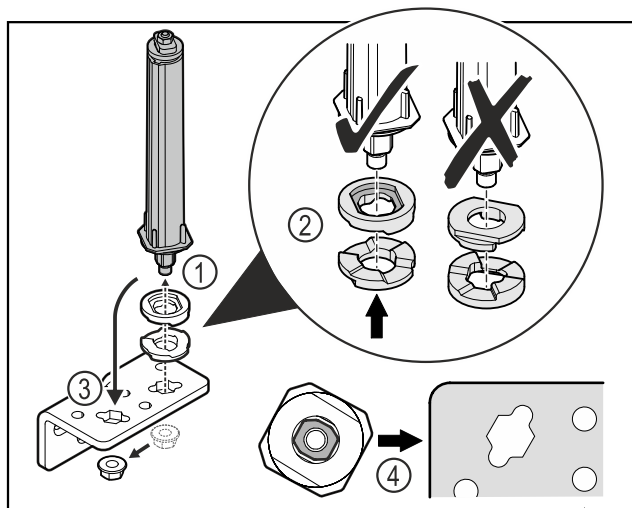

Fig. 41
- ▶ Odkręcić nakrętkę i wyjąć system blokujący drzwi Fig. 41 (1).
- ▶ Zwracać uwagę na prawidłowe ustawienie podkładek do regulacji wysokości Fig. 41 (2).
- ▶ Przetoczyć system blokujący drzwi w zawiasie i zamocować nakrętką Fig. 41 (3).
- ▶ Przy wkładaniu zwracać uwagę na prawidłowe ustawienie systemu blokującego drzwi Fig. 41 (4).